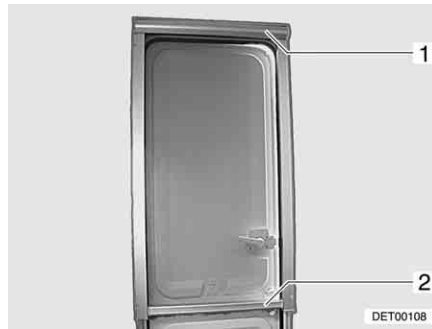

Fig. 23 Zanzariera a rullo
La zanzariera a rullo della porta di ingresso a scuderia si trova nella cassetta superiore (Fig. 23,1).
- Chiusura:** ■ Tirare la zanzariera a rullo verso il basso agendo sul listello (Fig. 23,2), finchè non scatta.
- Apertura:** ■ Premere leggermente il listello (Fig. 23,2) verso il basso finchè l'elemento di fissaggio non si sgancia e ricondurre lentamente la zanzariera a rullo nella cassetta.